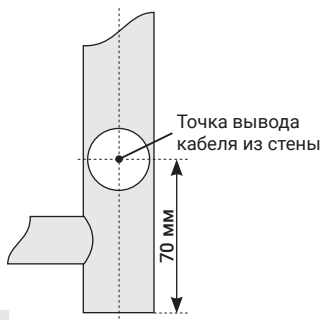

Рис.10
4.3.1. Для монтажа через скрытую проводку производитель рекомендует придерживаться следующих требований: кабель для подключения должен быть медным с сечением  $3 \times 1.5 \text{ мм}^2$ . Точка вывода кабеля из стены (рис. 10).